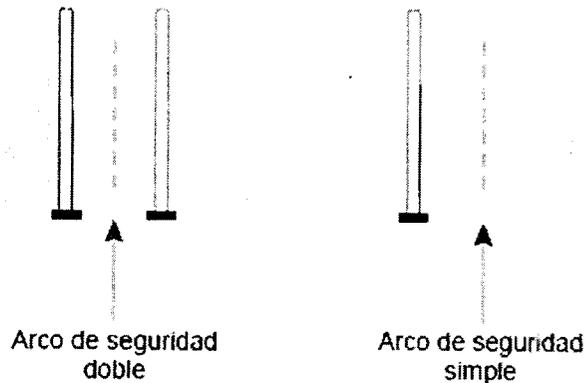

Figura 2. Cómo acercarse a las puertas de seguridad.
2. Si los pacientes tienen que pasar por el detector antirrobo o por el dispositivo de seguridad, deberán desconectar el neuroestimulador, aproximarse al centro del dispositivo y pasar por él normalmente (Figura 2).